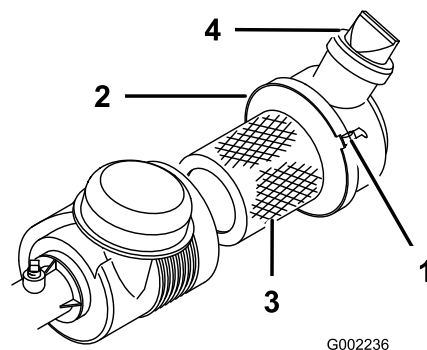

Figure 38
Recherchez sur le corps du filtre à air les dégâts susceptibles d'occasionner des fuites d'air. Vérifiez que le capuchon anti-poussière est bien serré sur le filtre à air. Remplacez le corps du filtre s'il est endommagé. Pressez la valve (Figure 38) avant chaque utilisation pour éliminer la poussière et les débris. Faites l'entretien du filtre à air toutes les 100 heures.
3. Desserrez la fixation qui maintient le couvercle du filtre à air sur le corps (Figure 38) et séparez le couvercle du corps.
- Serrez les fixations (Figure 38).
- Montez le couvercle en dirigeant la valve vers le bas, et serrez les fixations (Figure 38).